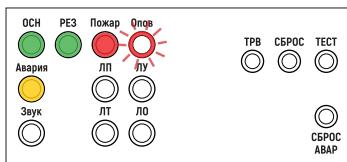

Рис. 82. Индикация при отсутствии в памяти одно- зонального БРО сообщения для персонала или тревожного сообщения
- в однозональном БРО световой индикатор «ОПОВЕЩ» включается в мигающем режиме (рис. 82);
Габаритные и установочные размеры однозонального и двухзонального блоков речевого оповещения АРИЯ-ТС идентичны (рис. 82). Предусмотрен монтаж изделий в 19-дюймовую стойку.